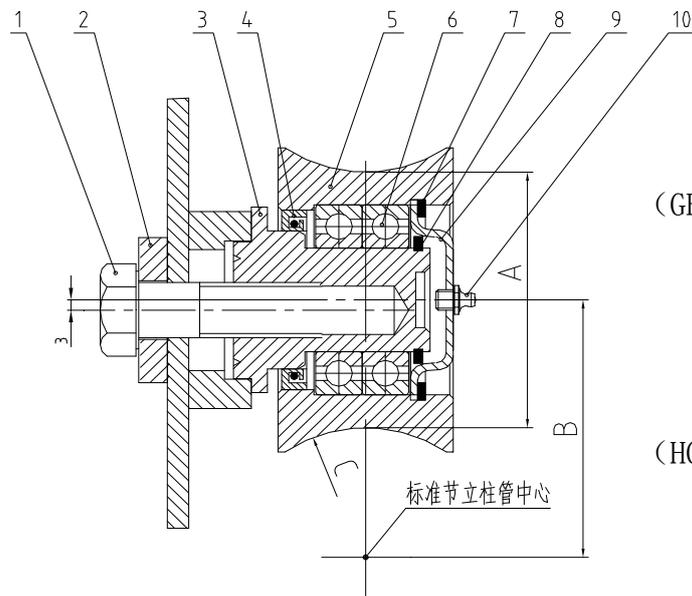

图 21 滚轮结构示意图
4.3.4、滚轮的磨损极限（图 21 测量方式：用游标卡尺测量）